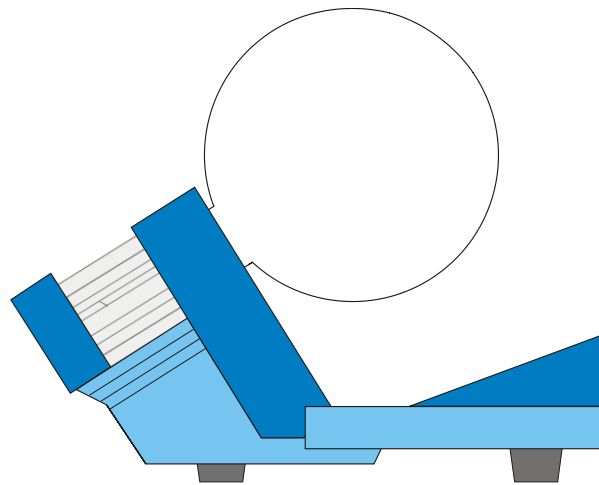

Fig. 1 Montaggio di un tubo
- Spingere il tubo nel supporto con una leggera pressione finché i contatti dello spinotto non si trovano interamente nel supporto; rispettare una posizione univoca dello spinotto di guida (ved. Fig. 1).